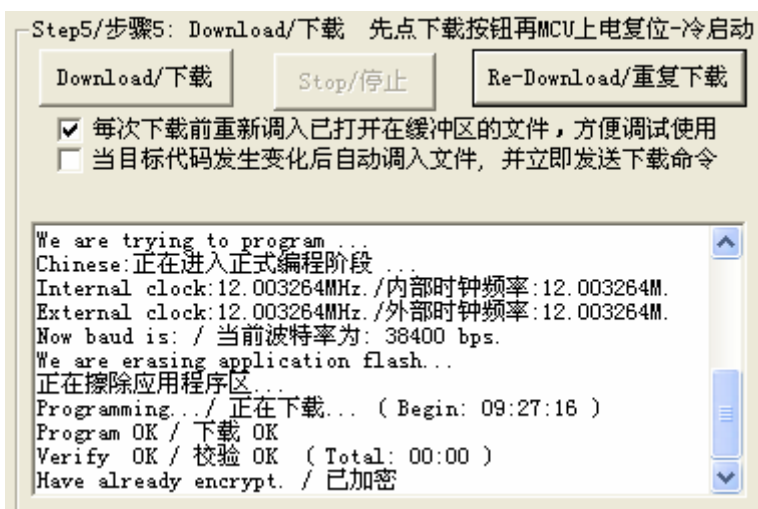

图 18 正常下载
6、点击 Download 按钮开始下载。注意一定要先点击 Download 按钮，然后再给单片机电路板通电，如果一切正常，那么将如图 18 所示不断提示工作进程，直至所有工作完成。